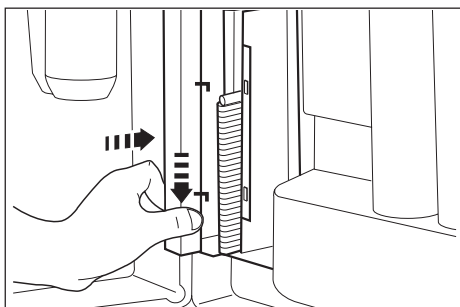

Abb. 25
- Die Schutzabdeckung (21) und das Gewicht aus Metall entfernen.
- Die Rührstäbchen gut ausgerichtet einlegen, das Gewicht wieder einsetzen und die Schutzabdeckung anbringen (Abb. 25).